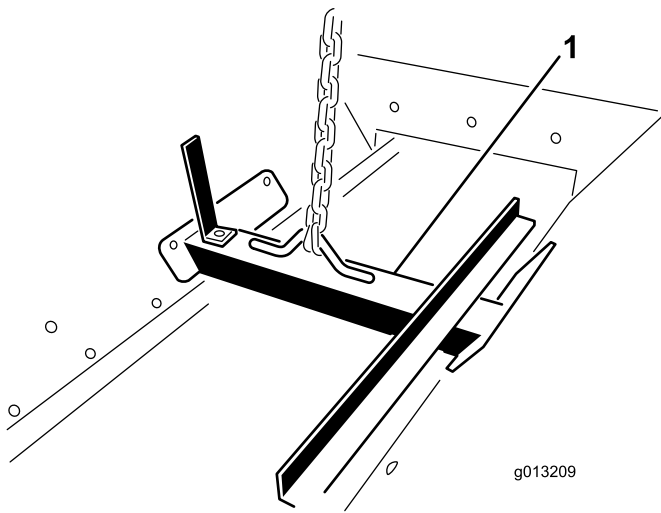

Figura 16
1. Conecte un dispositivo de izado al soporte de izado atornillado dentro de la tolva (Figura 16).